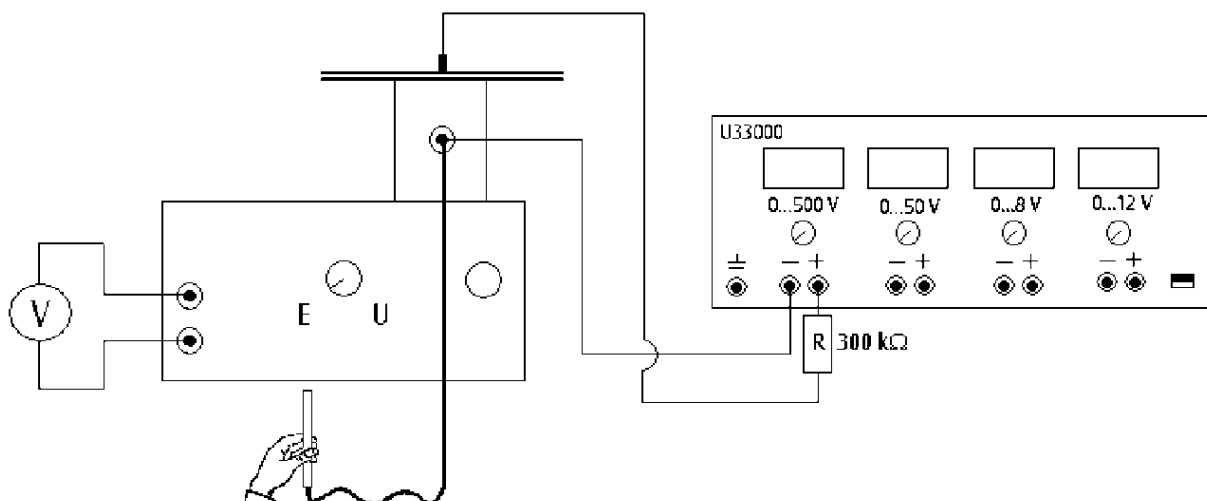

Рисунок 4.3
1. Собрать схему (рис.4.3), для этого эксперимента возьмите источник питания постоянного тока с плавной регулировкой выходного напряжения U33000.
Замечание: в качестве измерительного прибора (вольтметр на рис. 4.3) в работе используется мультиметр U17450 с диапазонами измерений 1В, 3В или 10В. Когда переключатель диапазонов U8533013 установлен в одно из положений «Е», на вольтметре отображается напряжённость электрического поля. Диапазоны измерения с диапазонами измерений 1В, 3В или 10В соответствуют диапазонам измерения напряжённости электрического поля 100 В/см, 300 В/см или 1000 В/см.